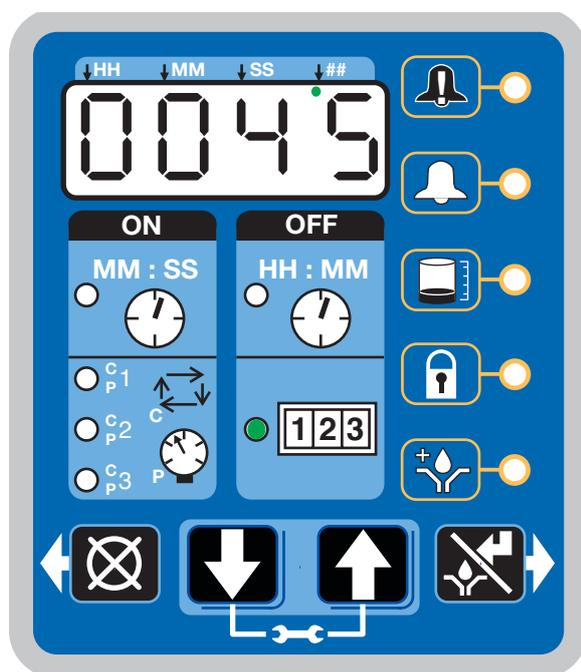

FIG. 53
- Si illumina il LED vicino a 1-2-3 (Fig. 53).
L'esempio visualizzato in FIG. 53 mostra che il numero rimanente di conteggi macchina è 0045.